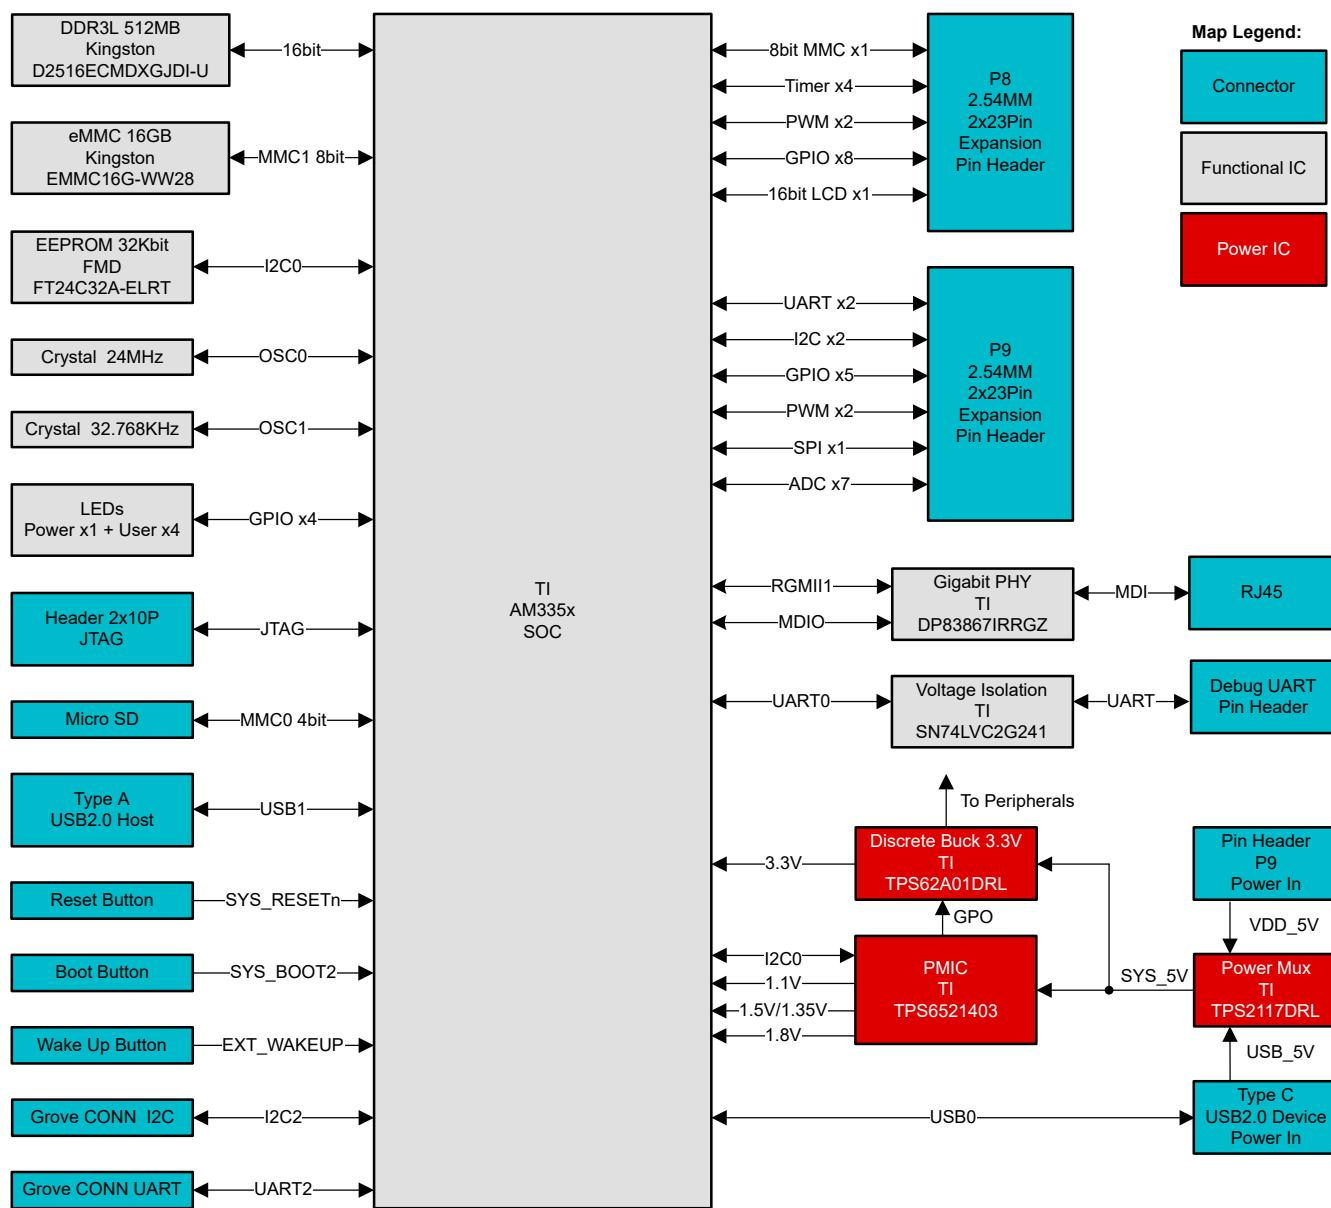

图 1-1. BeagleBone Green Eco 的功能方框图
BeagleBone Green Eco 基于德州仪器 (TI) 的 AM335x Arm Cortex-A8 处理器构建，可为各种嵌入式应用提供强大的基础。图 1-1 展示了功能方框图，说明了构成电路板硬件架构的主要元件和互连。该方框图展示 AM335x 片上系统 (SoC) 与存储器、存储、外设和各种 I/O 选项的连接。